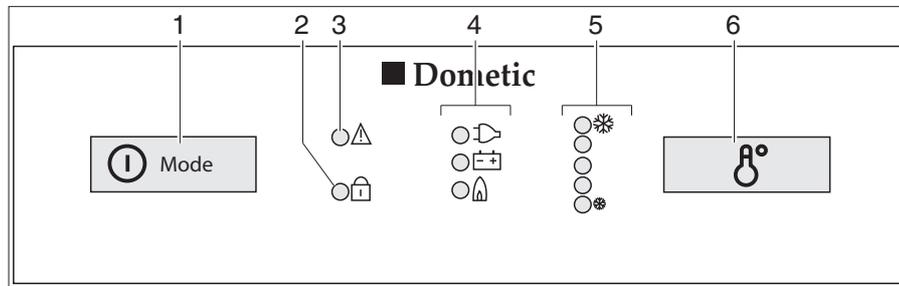

Bild 246 Bedienelemente für den Kühlschrank (Dometic 8er-Reihe mit MES)
- Den Einschalter/Energie-Wahlschalter (Bild 246,1) 2 Sekunden lang drücken, um das Gerät einzuschalten. Die LED der zuletzt gewählten Betriebsart leuchtet auf.
- Ggf. den Einschalter/Energie-Wahlschalter (Bild 246,1) mehrmals kurz drücken, bis die Betriebsanzeige Gas "🔥" aufleuchtet. Die Gaszufuhr ist geöffnet. Der Zündvorgang erfolgt automatisch. Ein tickendes Geräusch ist hörbar, bis der Zündvorgang erfolgreich abgeschlossen ist.
- Die Kühltemperatur mit dem Schalter für die Temperatureinstellung (Bild 246,6) einstellen.
- Ggf. den Einschalter/Energie-Wahlschalter (Bild 246,1) mehrmals kurz drücken, bis die Betriebsanzeige 230 V "⚡" aufleuchtet.
- Ggf. den Einschalter/Energie-Wahlschalter (Bild 246,1) mehrmals kurz drücken, bis die Betriebsanzeige 12 V "⊕" aufleuchtet.